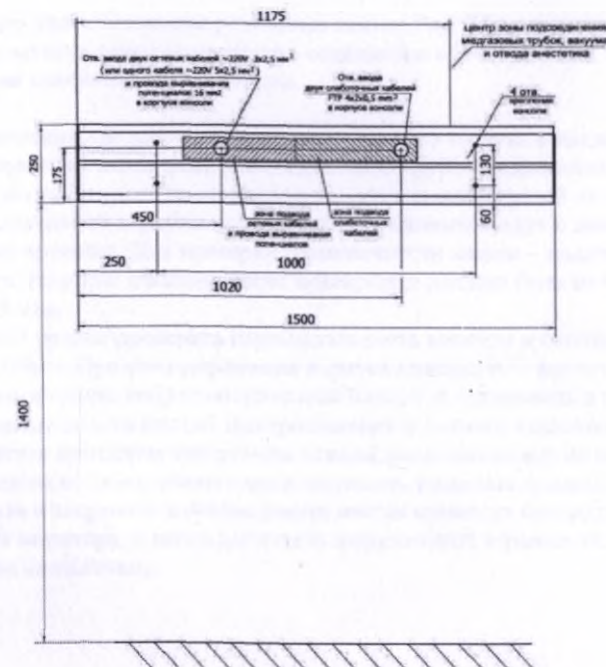

Рис. 4 Схема установки в помещении
7.1. Распакованные настенные консоли со снятыми декоративными панелями крепятся к стене в соответствии с планировкой палаты или операционной. Крепление осуществляется (Рис. 4 и Рис. 5) с помощью дюбелей Ø10×80, шпилек Ø8×120, гаек M8 и дистанцеров из комплекта поставки.